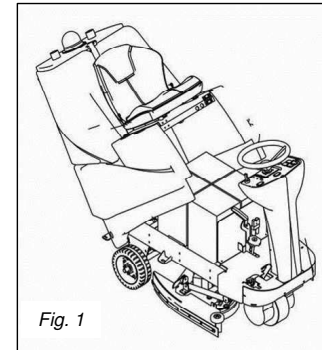

Fig. 1
3. Ruotare i serbatoi fino al loro completo ribaltamento (Fig. 1)